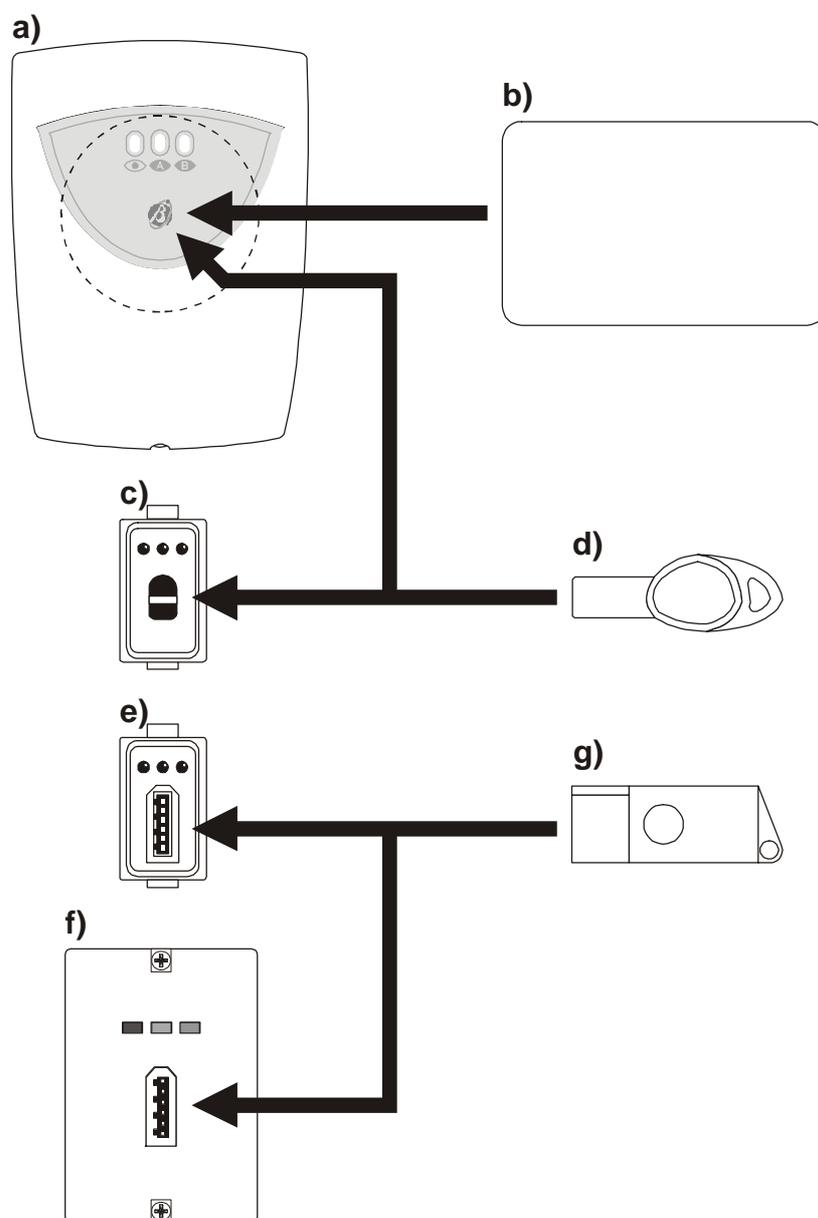

Figura 2
- + Il Vostro sistema di sicurezza può essere controllato tramite i Lettori e le Chiavi Elettroniche mostrati in figura 2. Tutti i Lettori e le Chiavi Elettroniche mostrati in figura 2 permettono di effettuare le stesse operazioni sul sistema di sicurezza ma con modalità differenti come descritto di seguito.
SAT e PROXI-CARD con PROXI Avvicinare un Attivatore o una Scheda valida all'area sensibile del Letto di Prossimità (quella indicata con un cerchio tratteggiato in figura 2): tutte le spie del Letto di Prossimità si spengono, poi comincia la scansione automatica delle configurazioni possibili (una configurazione ogni 2 secondi circa).